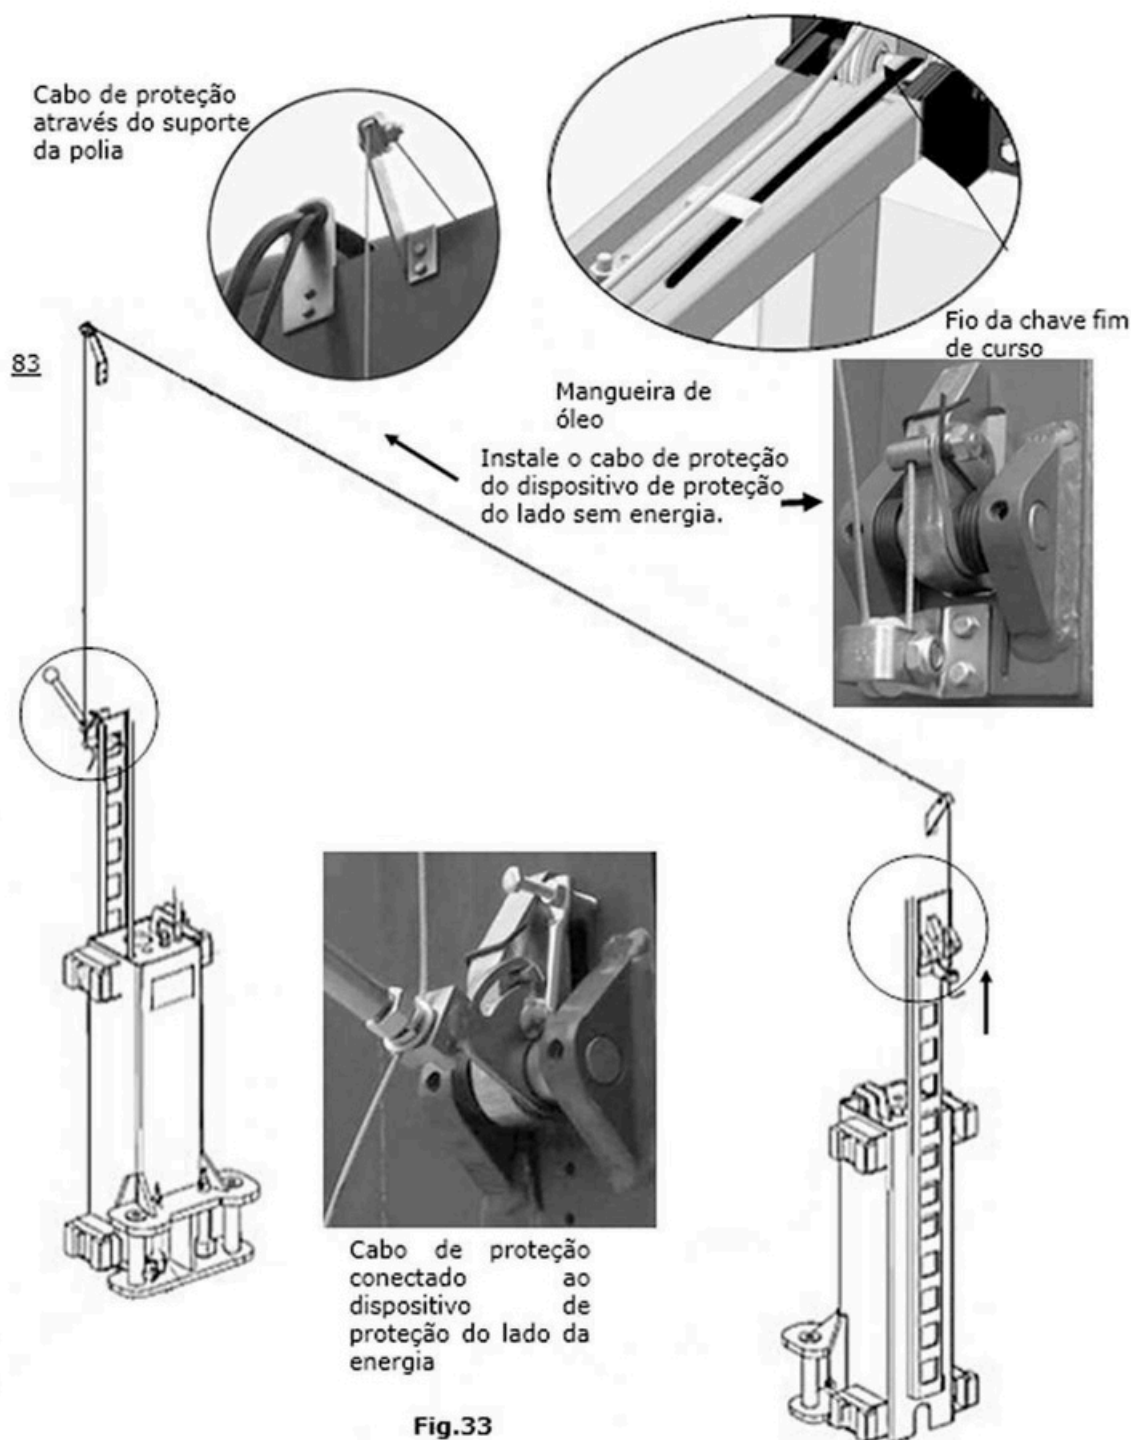

Fig.33
N. Instale o cabo de proteção (Veja a Fig. 33)